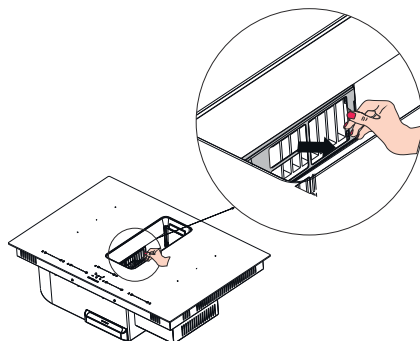

Fig. 11
3. ➔ Træk kulfiltersættet ud som vist i figuren (Fig. 11).